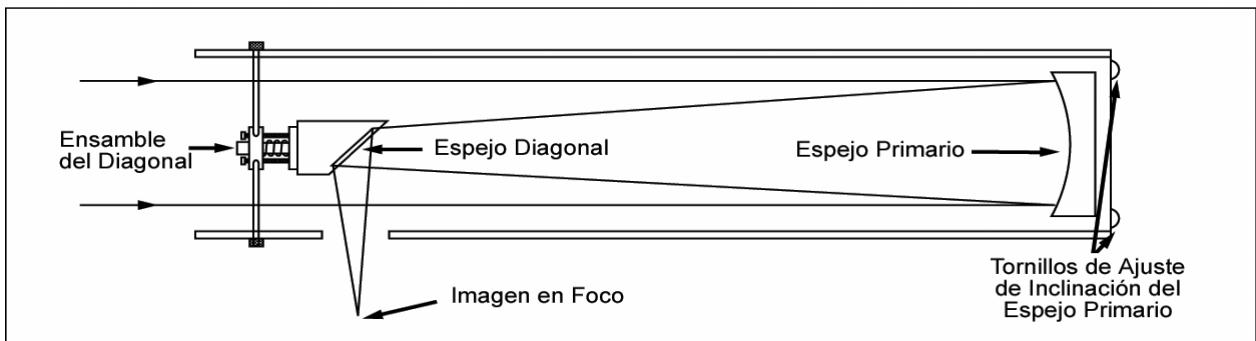
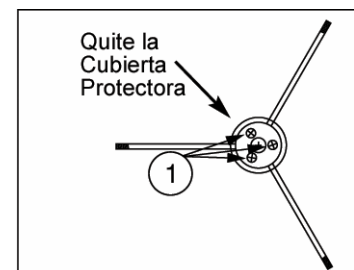
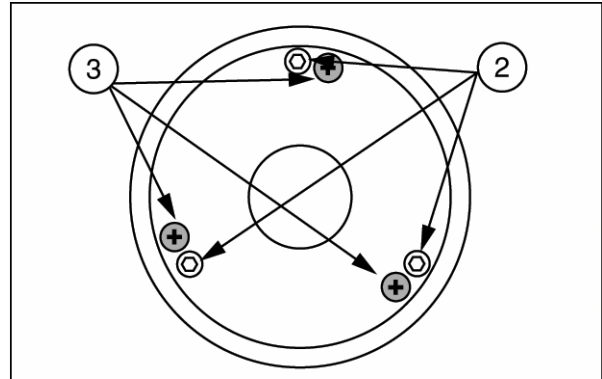
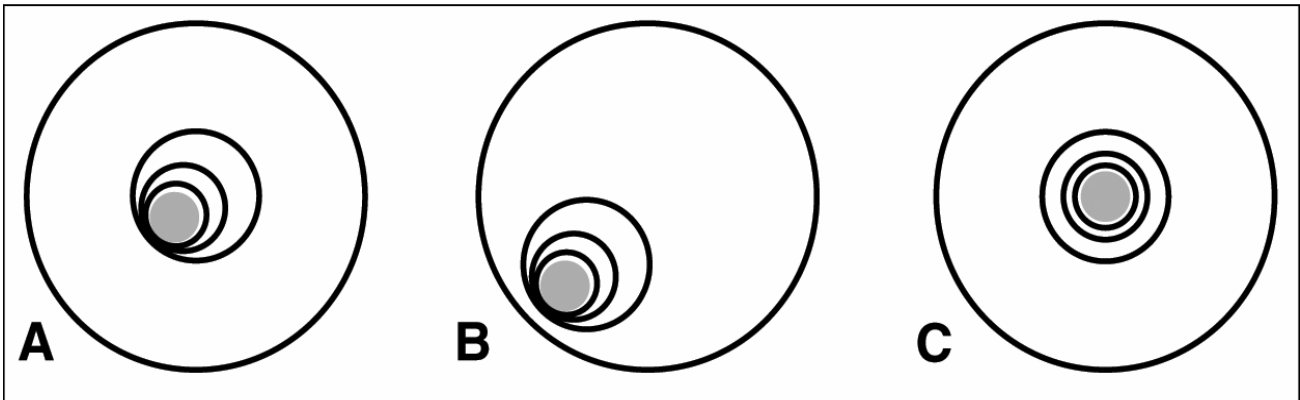

Fig. 4: El Telescopio Newtoniano Reflector.
Fig. 5: Ensamblaje del Diagonal.
Fig. 6: Celda de Espejo Primario.
Fig. 10: Colimación
Un telescopio adecuadamente alineado, le asegura las mejores imágenes posibles. Esto ocurre cuando los espejos, primario y secundario están acomodados de tal manera (Fig. 4) que la imagen llega directamente al centro del enfocador (17, Fig. 1). Los ajustes de estos espejos se realizan desde el soporte del diagonal (Fig. 5) y en la celda del espejo primario (Fig. 6), y serán discutidos más adelante.
Cualquier desviación de esta concetricidad de cualquiera de las partes que se observan con relación al ojo, requerirá de ajustes al soporte del espejo secundario (Fig. 5) y/o de la celda del espejo primario (Fig. 6), como se describe a continuación.
Si el espejo secundario (1, Fig. 8) está centrado en el tubo del portaocular (2, Fig. 8), pero el espejo primario es visible solo parcialmente en el reflejo (3, Fig. 8), los tres tornillos "phillips" del ajuste del secundario (1, Fig. 5 Nota: Para ajustar estos tornillos primero necesita quitar la cubierta protectora) deben aflojarse ligeramente al punto que pueda mover con la mano el portadiagonal (3, Fig. 5) hasta que vea centrado el espejo primario desde el tubo del enfocador. Una vez que lo acomode en la mejor posición, apriete los tornillos para evitar que el espejo gire. Luego haga ajustes menores hasta que el espejo primario se vea centrado en el reflejo sobre el secundario. Cuando esto está bien se ve como en la Fig. 9. (Nota: se muestra el espejo secundario fuera de alineación).
Si el espejo secundario (1, Fig. 9) y el reflejo del primario (2, Fig. 9) se ven centrados desde el enfocador (3, Fig. 9), pero el reflejo en su ojo y el reflejo del espejo diagonal (4, Fig. 9) parecen fuera de centro, necesitará ajustar los tornillos de ajuste de inclinación del espejo primario (3, Fig. 6). Estos tornillos se localizan detrás del espejo primario,
en la parte trasera del tubo del telescopio. Vea la Fig. 4. Para ajustar los tornillos de ajuste de inclinación del espejo secundario, primero afloje con varias vueltas, los tres tornillos de cabeza hexagonal que son los candados de posición del espejo primario (2, Fig. 6) que están junto a los tornillos "phillips". Entonces por prueba y error, gire los tornillos de ajuste de inclinación del primario (3, Fig. 6) hasta que logre experiencia y entienda la manera en que responde el
espejo al movimiento de cada tornillo y el resultado en el reflejo de la imagen. Una vez centrado, como en la **Fig. 7**, apriete los tres tornillos de cabeza hexagonal (**2, Fig. 6**) para fijar el espejo en esa posición.
a rotación del soporte del espejo secundario en su mejor posición posible, apriete los tres tornillos "phillips" (**2, Fig. 5**) para asegurar la posición del soporte. Entonces, de ser necesario, lleve a cabo los ajustes necesarios en estos mismos tres tornillos phillips para corregir la inclinación del espejo secundario, hasta que todo el espejo primario se vea centrado en el reflejo del espejo secundario. Con el espejo secundario alineado, la imagen a través del tubo del enfocador se parecerá a la **Fig. 10** (note que en la **Fig. 10** se muestra el espejo primario desalineado).
- Si el disco desenfocado de la estrella se ve alargado (**Fig. 10A**), necesitará ajustar los tornillos de ajuste (Phillips "+") del la celda del espejo primario (**3, Fig. 6**).
- Para ajustar los tornillos de la celda del espejo primario (**3, Fig. 6**), primero desatornille varias vueltas los tornillos candado (hexagonales) (**2, Fig. 6**), para que permita el libre movimiento de los tornillos de ajuste.
- Al tiempo que realiza los ajustes en los tornillos de la celda del espejo primario (**3, Fig. 6**), notará que la imagen desenfocada de la estrella viaja a través del campo del ocular. Seleccione uno de los tres tornillos de ajuste que moverá la imagen al centro del campo de visión.
- Con la prueba de colimación de la estrella terminada, apriete nuevamente los tres tornillos hexagonales (**2, Fig. 6**)